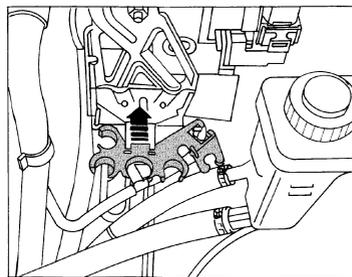

图 2-41 松开 ABS 控制单元托架上的插塞连接
- 5) 松开 ABS 控制单元托架上的插塞连接支架, 并将其按图 2-41 箭头所示向上拔出。